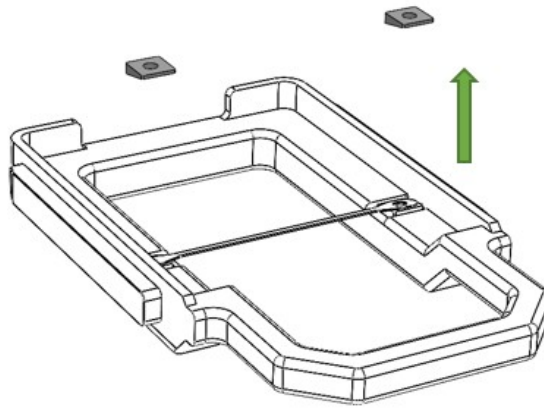

Abbildung 6. Messerdemontage, Ansicht 3
7. Entfernen Sie von der Oberseite des Schneidmodul die Winkelplatten zur Einstellung des Winkels des Messers. Achten Sie besonders auf die Richtung der Neigung der Befestigungsplatten (Abbildung 6).